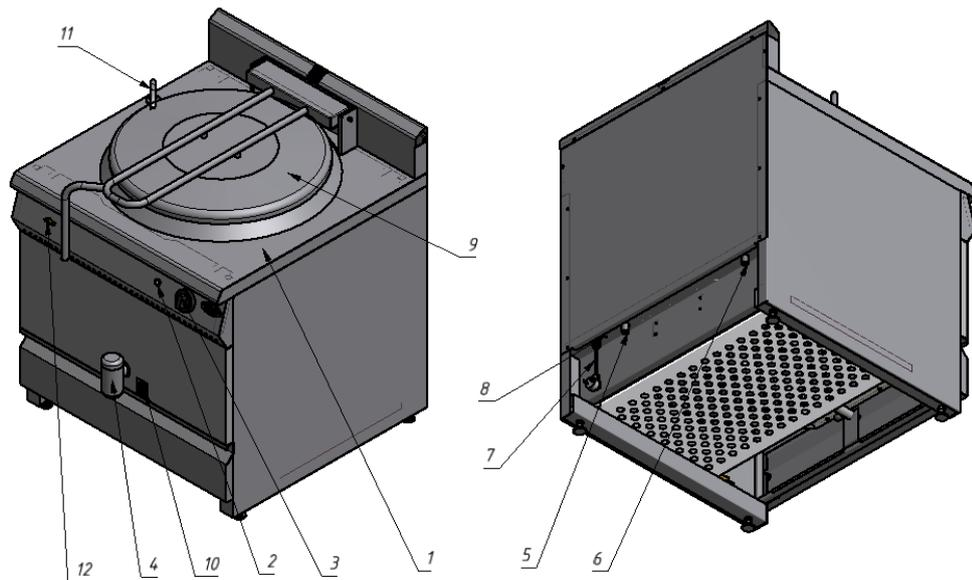

Рис. 2
5.1. Основные части изделия указаны на рис.2 и перечислены в таблице 3.
- 7.4 Подключить газ к штуцеру газопровода котла поз.5 рис.2 специалистами газовой службы гибкой подводкой газа.